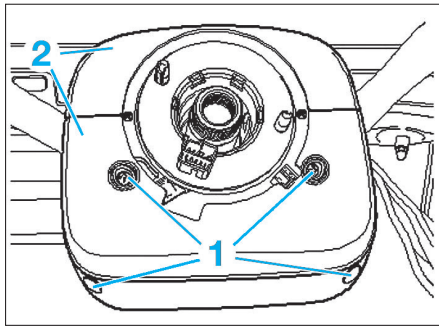

Fig. 2
- les vis de fixation (1) des demi-coquilles (2) de colonne de direction (Fig.2),
- Déposer les demi-coquilles (2) de colonne de direction.